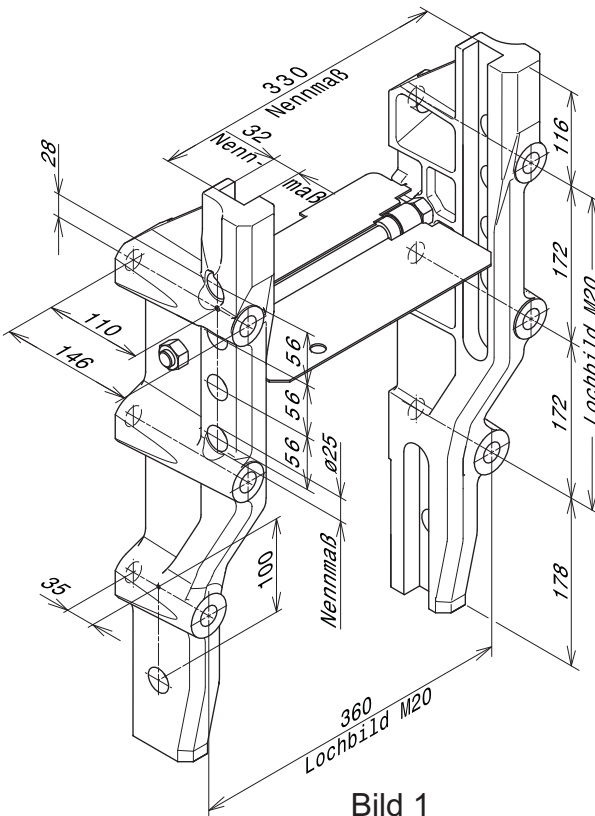
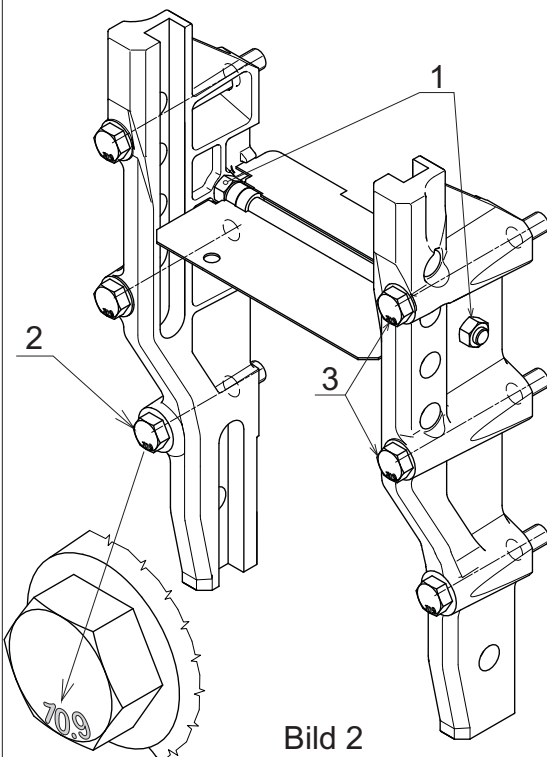

Bild 1
Bild 2
Zugmaschinen mit einem Verschraubungslochbild wie in Bild 1 dargestellt. (John Deere Traktoren ab Serie 6000) Die Angaben des Schlepperherstellers sind zu beachten!
Sinustec Anhängesystemen, die den Abmessungen - siehe "Nennmaß" - wie in Bild 1 dargestellt entsprechen.
Freigabe von Anhängesystemen anderer Hersteller, die den Abmessungen - siehe "Nennmaß" - wie in Bild 1 dargestellt entsprechen, auf Anfrage.
Der Anhängesockel wird mit dem Nennmaß 330 [Bild 1] vormontiert ausgeliefert. Ist eine Montage am Schlepperheck - wegen Flüchtigkeitsfehler der Befestigungslochbilder - mit den Schrauben M20 [Bild 1] nicht möglich,
- ⇒ die Mutter (1) [Bild 2] auf einer Seite des Anhängesockels auf der Innen- und Aussenseite lösen, den Anhängesockel vormontieren - nicht festziehen.
- ⇒ bei der Obenanhängung das Nennmaß 330 [Bild 1] mit den beiden gelösten Muttern (1) einstellen und anschließend die Muttern (1) festziehen. [Bild 2]
- ⇒ bei der Untenanhängung das Nennmaß 330 [Bild 1] einstellen, dann die Schrauben (2) und (3) festziehen. [Bild 2]